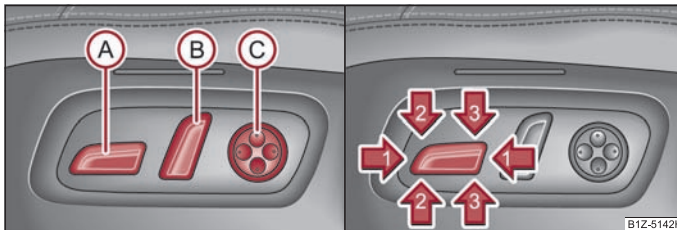

Fig. 56 Imagine din lateral: Elementele de comandă pentru reglarea scaunului / comutatorul pentru reglarea scaunului
- Apăsați comutatorul (A) ⇒ fig. 56 în față, respectiv în spate (1).
- Pentru a mări arcuirea suportului lombar, apăsați comutatorul (C) în față ⇒ fig. 56.
- Pentru a micșora arcuirea suportului lombar, apăsați comutatorul (C) în spate.
- Pentru a regla arcuirea suportului lombar în sus, apăsați comutatorul (C) în sus.
- Pentru a regla arcuirea suportului lombar în jos, apăsați comutatorul (C) în jos.